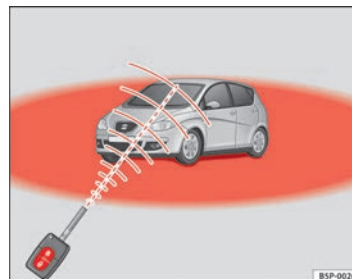

Fig. 65 Radio de acción del mando a distancia por radiofrecuencia
- El mando a distancia por radiofrecuencia funciona únicamente dentro de su radio de acción ⇒ fig. 65 (zona roja).